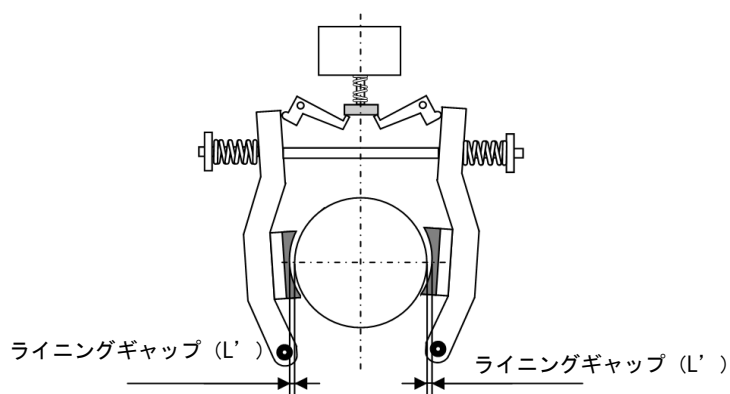

図 2 ライニングギャップ寸法
- (2) ブレーキを開いた状態でのライニングギャップ寸法 (L') を測定してください。(図 2)